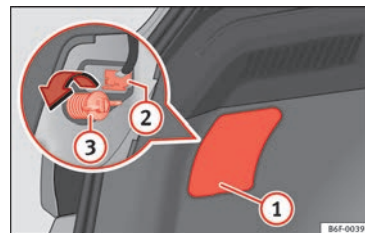
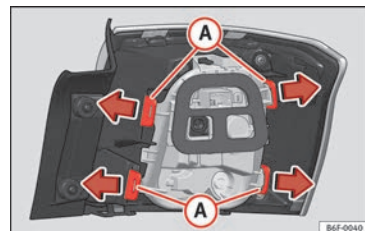

Fig. 115 Bagagliaio: accesso alla vite di fissaggio del fanale di coda.
Fig. 116 Linguetto di fissaggio nella parte posteriore del fanale di coda.
3. Estrarre il coperchio facendo leva sulla scanalatura con l'estremità piatta di un cacciavite » **fig. 115 ①**.
4. Estrarre il connettore della lampadina **②**.
5. Svitare con la mano, o tramite un cacciavite, la vite di fissaggio del fanale **③**.
7. Smontare il portalamпада sbloccando le linguette di fissaggio » **fig. 116 A**.
① ATTENZIONE